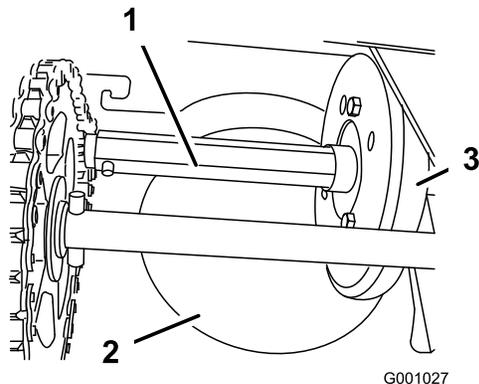

Figure 34
Graissez légèrement l'arbre hexagonal une fois par an avec de l'huile moteur de type automobile (Figure 34).
**Important:** Veillez à ne pas faire couler d'huile sur la roue en caoutchouc ou le plateau d'entraînement à friction en aluminium ou la transmission patinera (Figure 34).